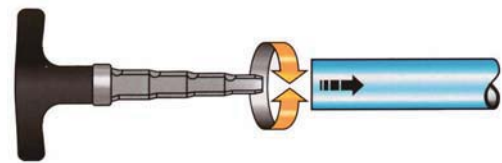

FIG.2
- Then, trim and calibrate the tube by using the tool indicated in fig. 2. Insert the gauge into the pipe, then alternately turn it in a clockwise and in a counter-clockwise direction.
- Entgraten und kalibrieren Sie dann das Rohr mit dem in Abb.2 angegebenen Werkzeug. Führen Sie das Eichgerät ins Rohr ein und drehen Sie es abwechselnd im und gegen den Uhrzeigersinn.
- Затем подрезать и произвести калибровку трубы при использовании инструмента, указанного на рис. 2. Вставить калибр в трубу, затем повернуть его в направлении часовой стрелки и против часовой стрелки.